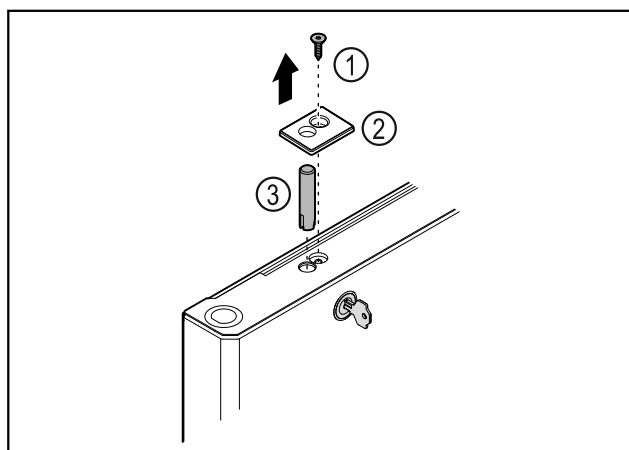

Fig. 42
- Odstráňte skrutku Fig. 42 (1).
- Odistite kryt Fig. 42 (2) malým skrutkovačom a odoberte ho.
- Vytiahnite čap zámku Fig. 42 (3).